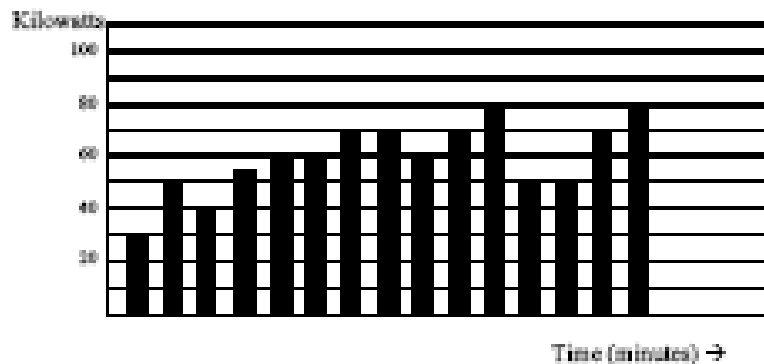

Figure D.7: Power Use Over Time
- La figura D.7 demuestra un gráfico de la energía y de la energía que resulta que sería transmitido como resultado de los valores ilustrados de la energía. Para esta ilustración, se asume que el nivel de la energía está llevado a cabo constante para cada minuto en que se toma una medida. Cada barra en el gráfico representará la carga de la energía para el incremento del uno-minuto del tiempo. En vida verdadera el valor de la energía se mueve casi constantemente.
- Los datos de la figura D.7 se reproducen en la tabla 2 para ilustrar el cálculo de la energía. Desde tiempo el incremento de la medida es un minuto y puesto que especificamos que la carga es excedente constante que minutan, podemos convertir la energía que leen a una lectura consumida equivalente de la energía multiplicando los tiempos $\frac{1}{60}$ de la lectura de la energía (que convierten la base del tiempo a partir de minutos a las horas).
Como en la tabla D.2, la energía acumulada para el perfil de la carga de la energía de la figura D.7 es 14,92 kWh.
■ La demanda es también un valor tiempo-time-base. La demanda es el índice medio en un cierto plazo el uso de la energía. La etiqueta real para la demanda es kilowatt-hours/hour pero esto se reduce normalmente a los kilovatios. Esto hace fácil confundir demanda con energía. Pero la demanda no es un valor instantáneo. Para calcular demanda es necesario acumular las lecturas de la energía (según lo ilustrado en la figura D.7) y ajustar la energía que lee a un valor cada hora que constituya la demanda.